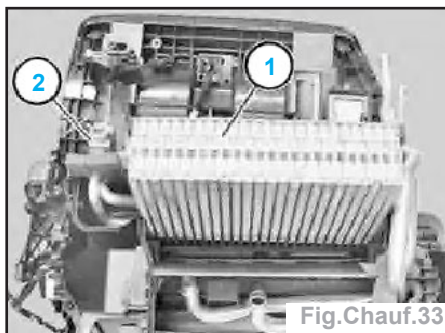

Fig. Chauff.33
- Extraire l'évaporateur (1) (Fig. Chauff.33).
- déposer le détendeur (2).